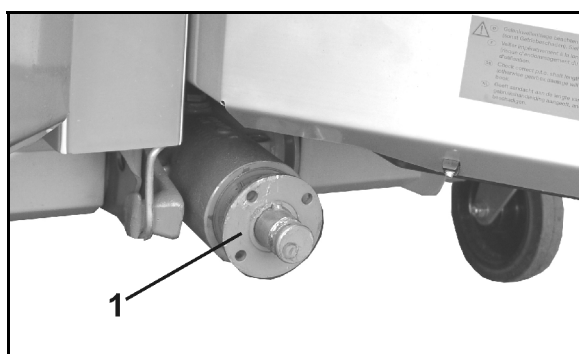

図 36
1. フランジブッシュ (図 36/1) を引き抜き用具でギアボックス入力軸から引き抜きます。